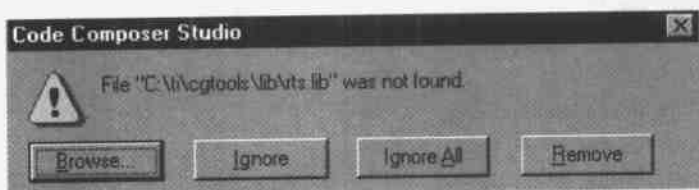

图 7.9 提示没找到库文件
- (1) 在 D:\application\ccs\myprojects 下创建一个新的文件夹 hellobios。
- (2) 将文件夹 D:\application\ccs\tutorial\sim54xx\hello1 中所有文件拷贝到新建的 hellobios 文件夹中。
- (3) 如果 CCS2 还没运行,启动 CCS2。
- (4) 打开 D:\application\ccs\myprojects\hellobios 下的 hello. pjt 工程。
- (5) CCS2 会弹出一个如图 7.9 所示的对话框,提示没找到库文件,这是因为工程被移动了。单击 Browse 按钮,在 C:\application\ccs\c5400\cgtools\lib 下找到 rts. lib 库文件。